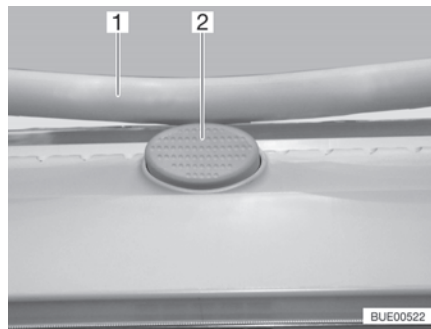

Fig. 30 Bouton de sécurité (lanterneau Heki)
- Appuyer sur le bouton de sécurité (Fig. 30,2) et tirer l'étrier (Fig. 30,1) vers le bas avec les deux mains.
- Pousser l'étrier vers le haut avec les deux mains jusqu'à ce que ce dernier se trouve au-dessus du bouton de sécurité (Fig. 30,2).